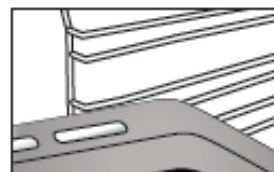

Fig. 2
2. Outros acessórios, como o tabuleiro coletor e o tabuleiro para pastelaria, são introduzidos da mesma forma que a grelha (Fig. 2).